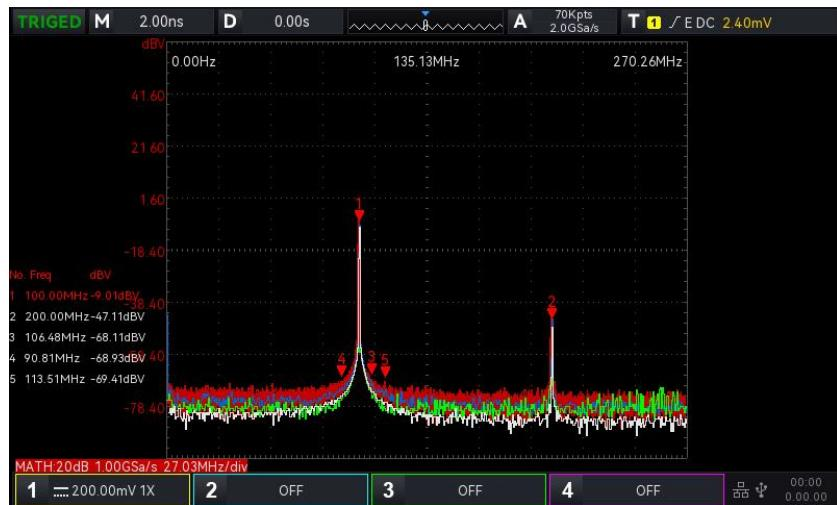

图 17-2
- c. 独立：只显示 FFT 波形并显示对应坐标，且 FFT 波形以 10 格显示，如下图 17-2 所示。